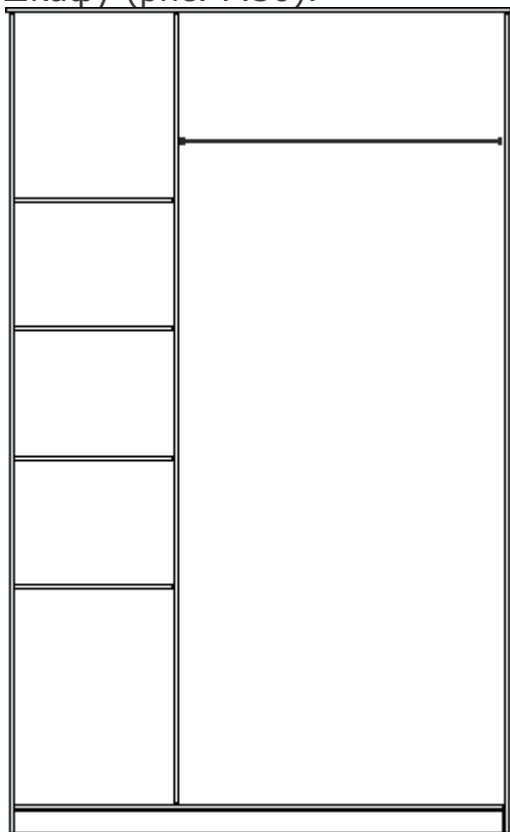

Рис. 7.30. Внутреннее устройство шкафа после добавления штанги
5. Нажмите кнопку Применить, чтобы зафиксировать положение штанги в проектируемом шкафу (рис. 7.30).